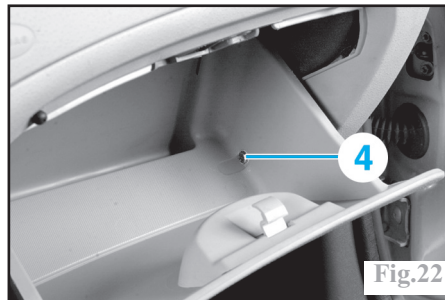

Fig.22
-le tableau de commande de climatisation. Déclipser l'axe d'arrêt (4) de la boîte à gants (Fig.22).